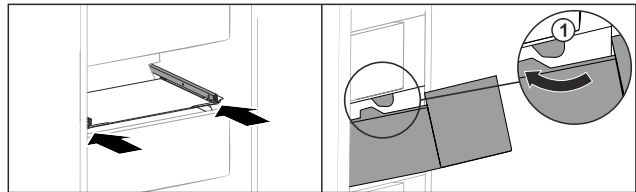

Fig. 218
- ▶ Обведите выдвижной ящик вокруг стопора Fig. 218 (1).